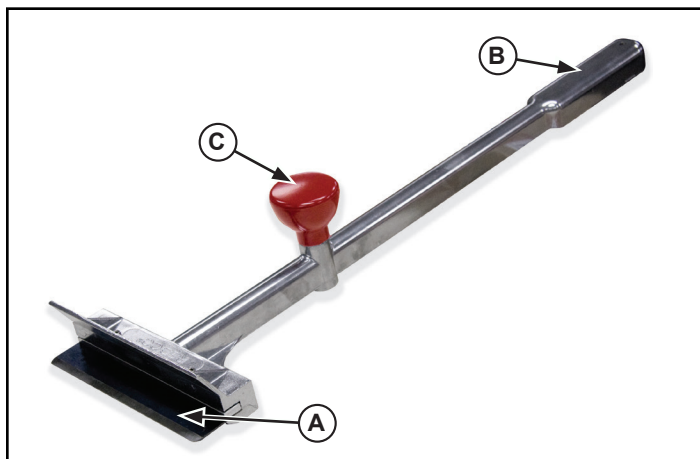

Figure 1. Caractéristiques et commandes
2. En plaçant une main sur la poignée (B) et l'autre sur le bouton (C), placez le racloir Grill Tender® sur la surface du grill. Voir la figure 1. En procédant par un mouvement avant-arrière, raclez les particules alimentaires carbonisées de la surface du grill.